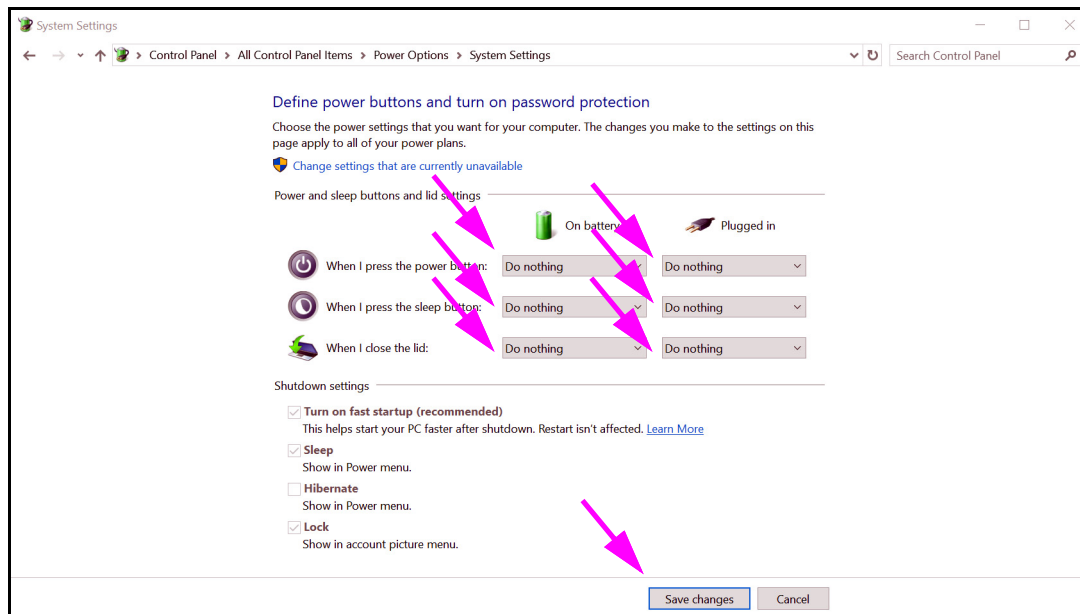

Figura 2-30. Finestra System Settings (Impostazioni di sistema)
10. **Solo per i computer portatili:** nella finestra Power Options (Opzioni risparmio energia), fare clic sulla voce **Choose what closing the lid does (Specificare cosa avviene quando viene chiuso il coperchio)**. Viene visualizzata la finestra System Settings (Impostazioni di sistema) (vedere la Figura 2-30). Configurare tutte le impostazioni su **Do nothing (Nessuna azione)** e fare clic su **Save changes (Salva modifiche)**.